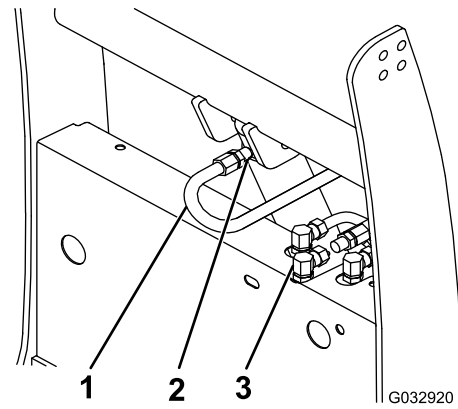

Figura 8
5. Retire el enchufe del accesorio superior del cilindro de elevación (Figura 8).
6. Usando lubricante de roscas, instale la manguera hidráulica de 39 cm (15 1/2") en el accesorio superior del cilindro de elevación (Figura 8). Gire el accesorio hasta ajustarlo a mano y, luego, gírelo 2 o 3 veces más.
7. Formando una "S" con la manguera, conecte el extremo libre de la manguera hidráulica al accesorio trasero de la plataforma hidráulica (Figura 8). Gire el accesorio hasta ajustarlo a mano y, luego, gírelo 2 o 3 veces más.